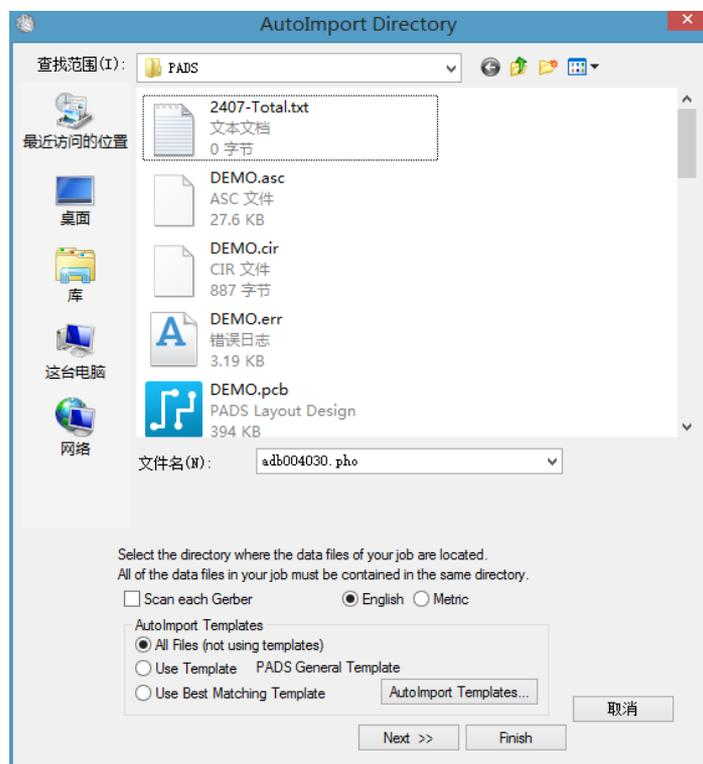

图 17-28 选择 Gerber 文件的路径
(3) 在该对话框中选择要导入的 Gerber 文件的路径, 如图 17-28 所示。